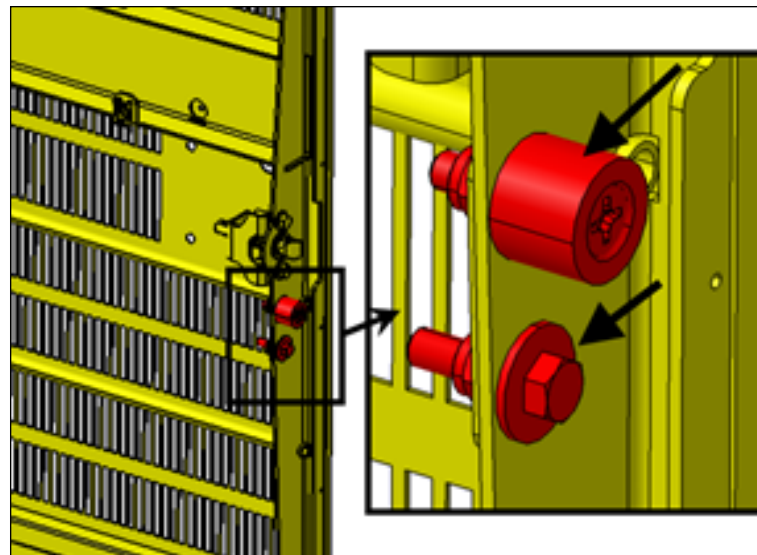

FIGURE 11
10. Vérifier si les deux éléments identifiés par les flèches sont bien ajustés et que la fermeture de la porte n'est pas trop serrée (Figure 11).